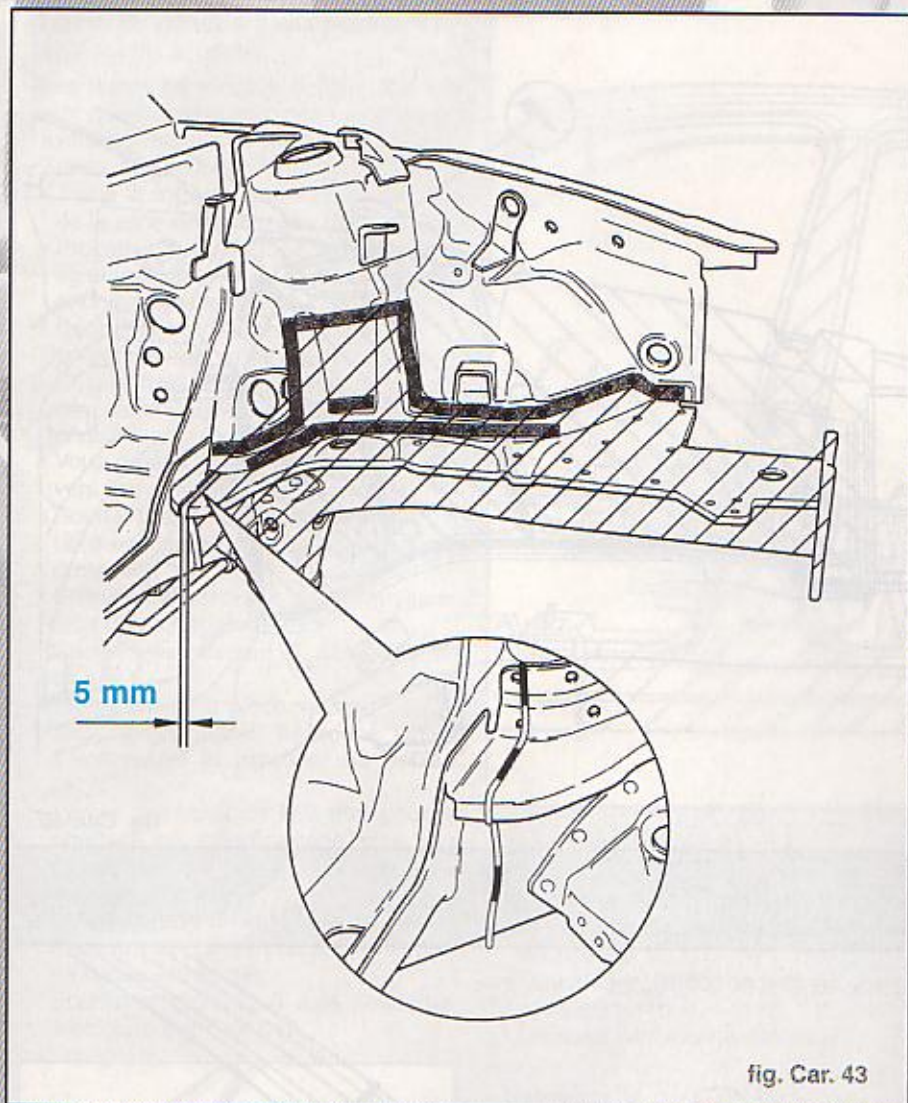

fig. Car. 43
- Découper le longeron (fig. Car. 43)